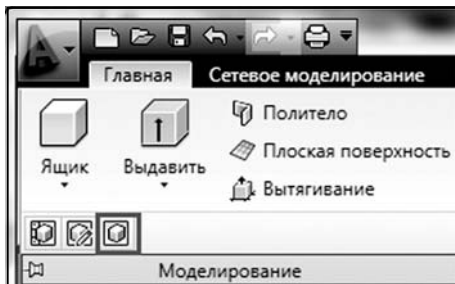

Рис. 9.2. Расположение кнопки вызова команды **т-профиль**
- ◆ щелкнуть по кнопке  (рис. 9.2);